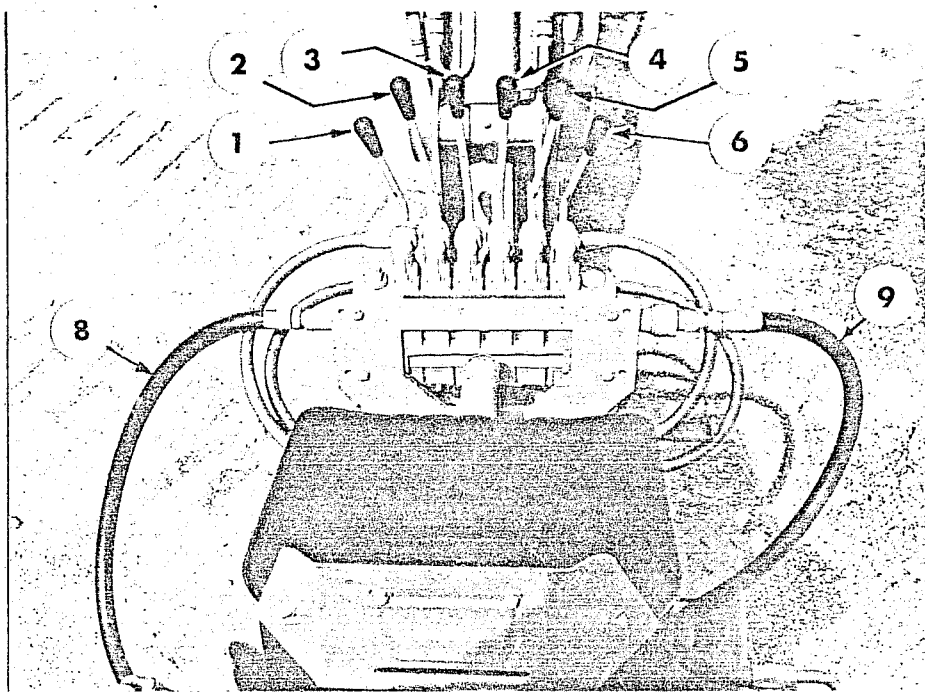

Fig. 19
- 3) Spegner il motore ed eseguire il collegamento idraulico del R.E., distaccando l'attacco rapido (8 fig. 5) e collegando il tubo (9 fig. 5 e 19) al R.E. come rappresentato in fig. 19. Il tubo 8 del R.E. va collegato all'attacco rapido lasciato libero sulla macchina base.
### 15.3- DESCRIZIONE DEI COMANDI ( fig. 19 )